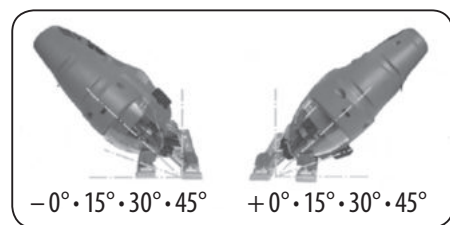

Abb. 2
- ✓ Einstellbarer senkrechter Schneidwinkel  $\pm 0^\circ, 15^\circ, 30^\circ, 45^\circ$  (Abb. 2).